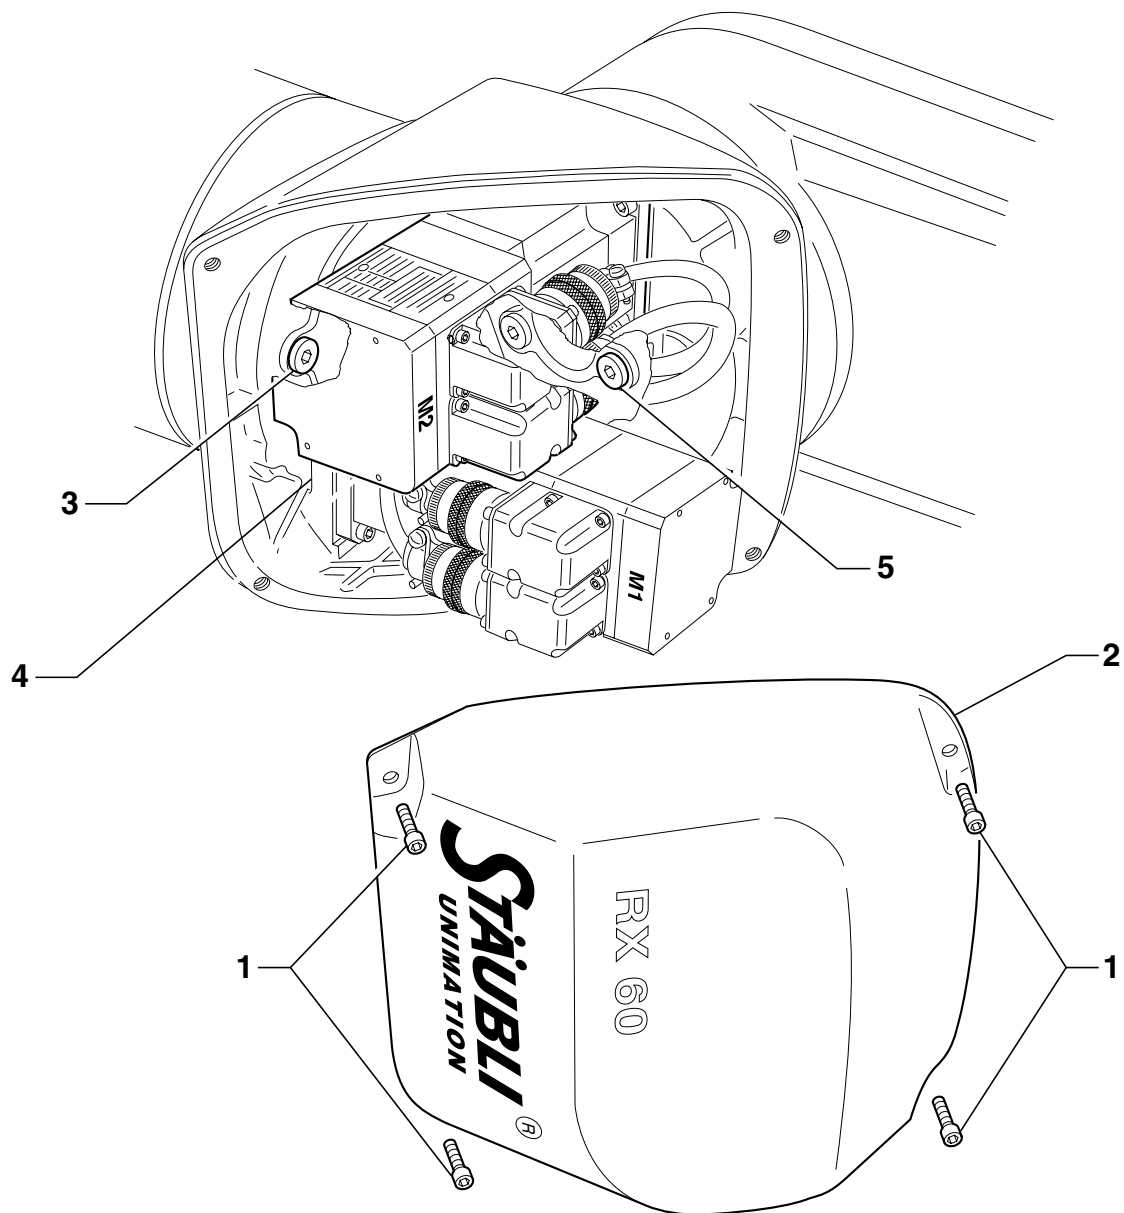

Figure 7.7
7.4.1. JOINT 1 (figure 7.7)
7.4.2. JOINT 2 (figure 7.7)